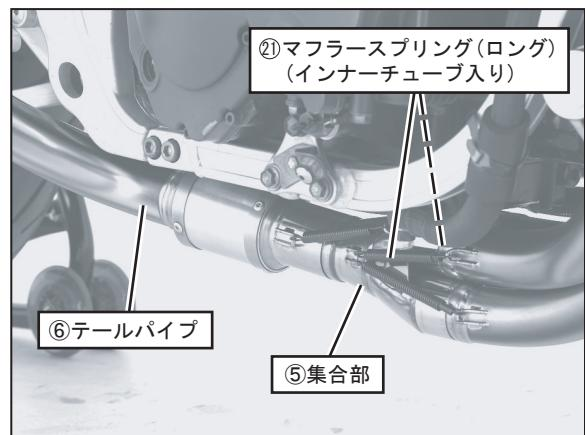

FIG. 8
7. ⑤集合部に⑥テールパイプを取り付け、手順3でインナーチューブを取り付けた⑪マフラースプリング(ロング)2本をスプリング取付工具を使用して取り付けて下さい。(FIG. 8参照)